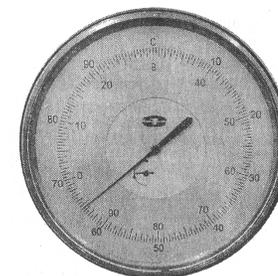

Рис. 5.3
5.4.3. Считайте значение твердости по шкале(большая стрелка) на циферблате. Для HRC и HRA шкал, считывание значений твердости производится по внешней черной шкале. Для HRB шкалы, считывание производится по красной внутренней шкале. Как показано на рис. 5.3, при испытании HRC(алмазный индентер, нагрузка 1471Н), величина твердости 64,5HRC (смотрите рисунок). При HRA (алмазный индентер, нагрузка 588.4Н), величина твердости 64,5HRA (рис. 5.3), При HRB(шарик диаметром 1.5875 мм, нагрузка 980.7Н), величина твердости 94.5HRB (рис. 5.3).